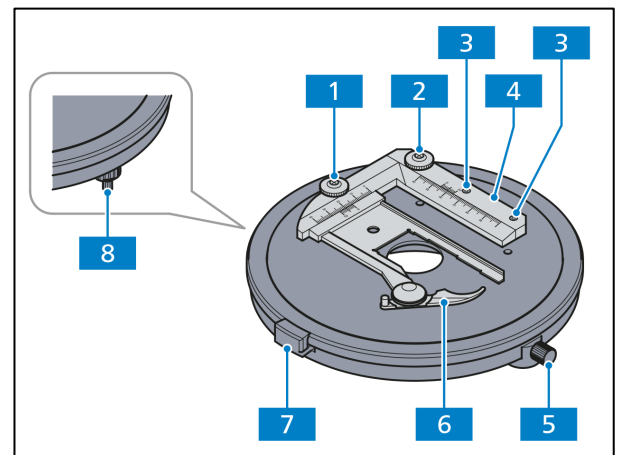

Abb. 2-15 Drehtisch Pol
- Drehtisch Pol zur Aufnahme und Positionierung der Präparate mit Objektführer (Abb. 2-15/4) und Objekthalter (Abb. 2-15/6) zur Aufnahme von Standard-Objektträgern 45x25 mm und 75x25 mm.
- Drehung 360° mit Klemmung (über Rändelschraube) (Abb. 2-15/5).
- Rastung (Abb. 2-15/7) alle 45°; aktiviert oder deaktiviert mittel Stellknopf (Abb. 2-15/8).
- Der Objektführer (Abb. 2-15/4) kann durch Lösen der zwei Klemmschrauben mit einem Innensechskantschlüssel (SW 2) Abb. 2-15/3 entfernt werden; beim Aufsetzen des Objektführers auf den Drehtisch dienen zwei Zylinderstifte an der Unterseite zur Orientierung.
- Der Objektführer ist mit einem Objekthalter ausgestattet, der über die koaxialen Rändelknöpfe (Abb. 2-15/2 und 1) in X- und Y-Richtung verschoben werden kann. Die Verschiebung kann in X- und Y-Richtung über die beiden Nonien an der jeweiligen Skala abgelesen werden.